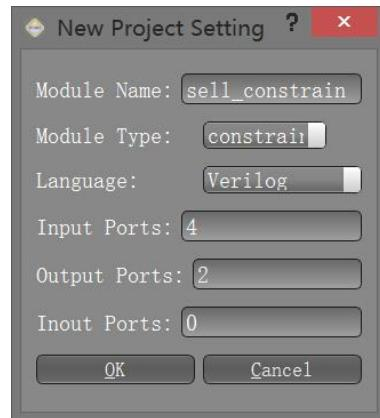

图 3-2-6 建立约束模块
(1) 新建一个模块，命名为 sell_constraint，模块类型选择为 constrain，具有 4 个输入和 2 个输出，如图 3-2-6 所示。